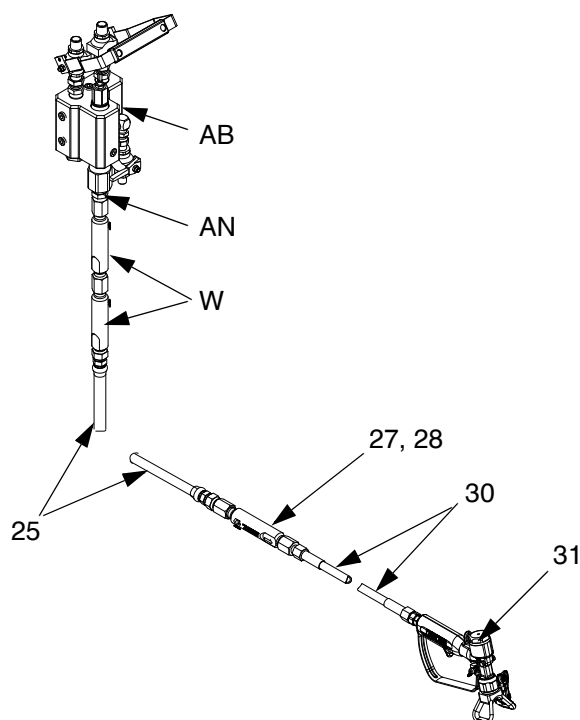

Рис. 7
1. С помощью элементов смесителя (W) соедините выходное отверстие двух основных трубок статического смесителя со шлангом смешивания жидкостей (25), очищающим смесителем (27, 28), соединительным шлангом (30) и пистолетом-распылителем (31). См. Рис. 7.
2. При необходимости добавьте шланг для смешанных жидкостей между шлангом смешивания (25) и очищающим смесителем (27, 28).